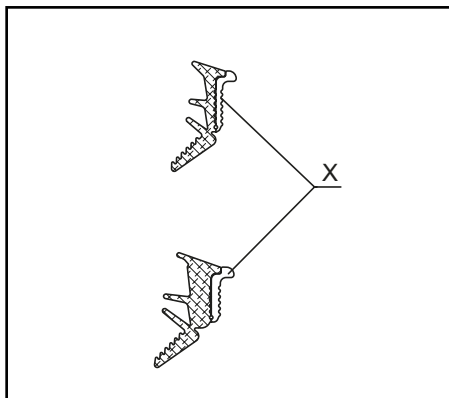

Abb. 25 / Fig. 25 / Fig. 25
- Je nach Fugenbreite Zusatzlappen X vorgängig abreißen (Abb. 25).
- En fonction de la largeur du jeu, découper précédemment la lèvres complémentaire X (Fig. 25).
- Depending on the gap width, tear off additional lip X in advance (Fig. 25).